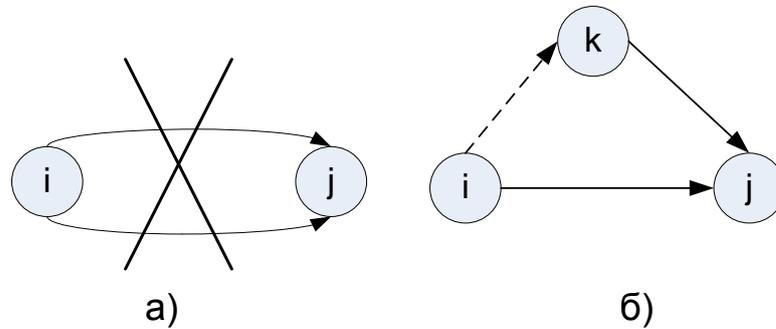

Рис. 1.7. Паралельні роботи між двома подіями а) розв'язують за допомогою фіктивної роботи б)
9. Не повинно бути паралельних робіт між одними і тими ж подіями, для відображення такої ситуації використовують фіктивні роботи (рис. 1.7).